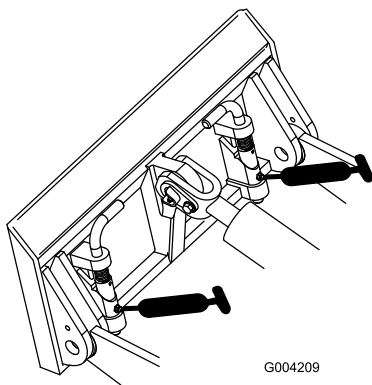

Bild 21
4. Setzen Sie die Fettpresse nacheinander an allen Nippeln an (Bild 20 und Bild 21).